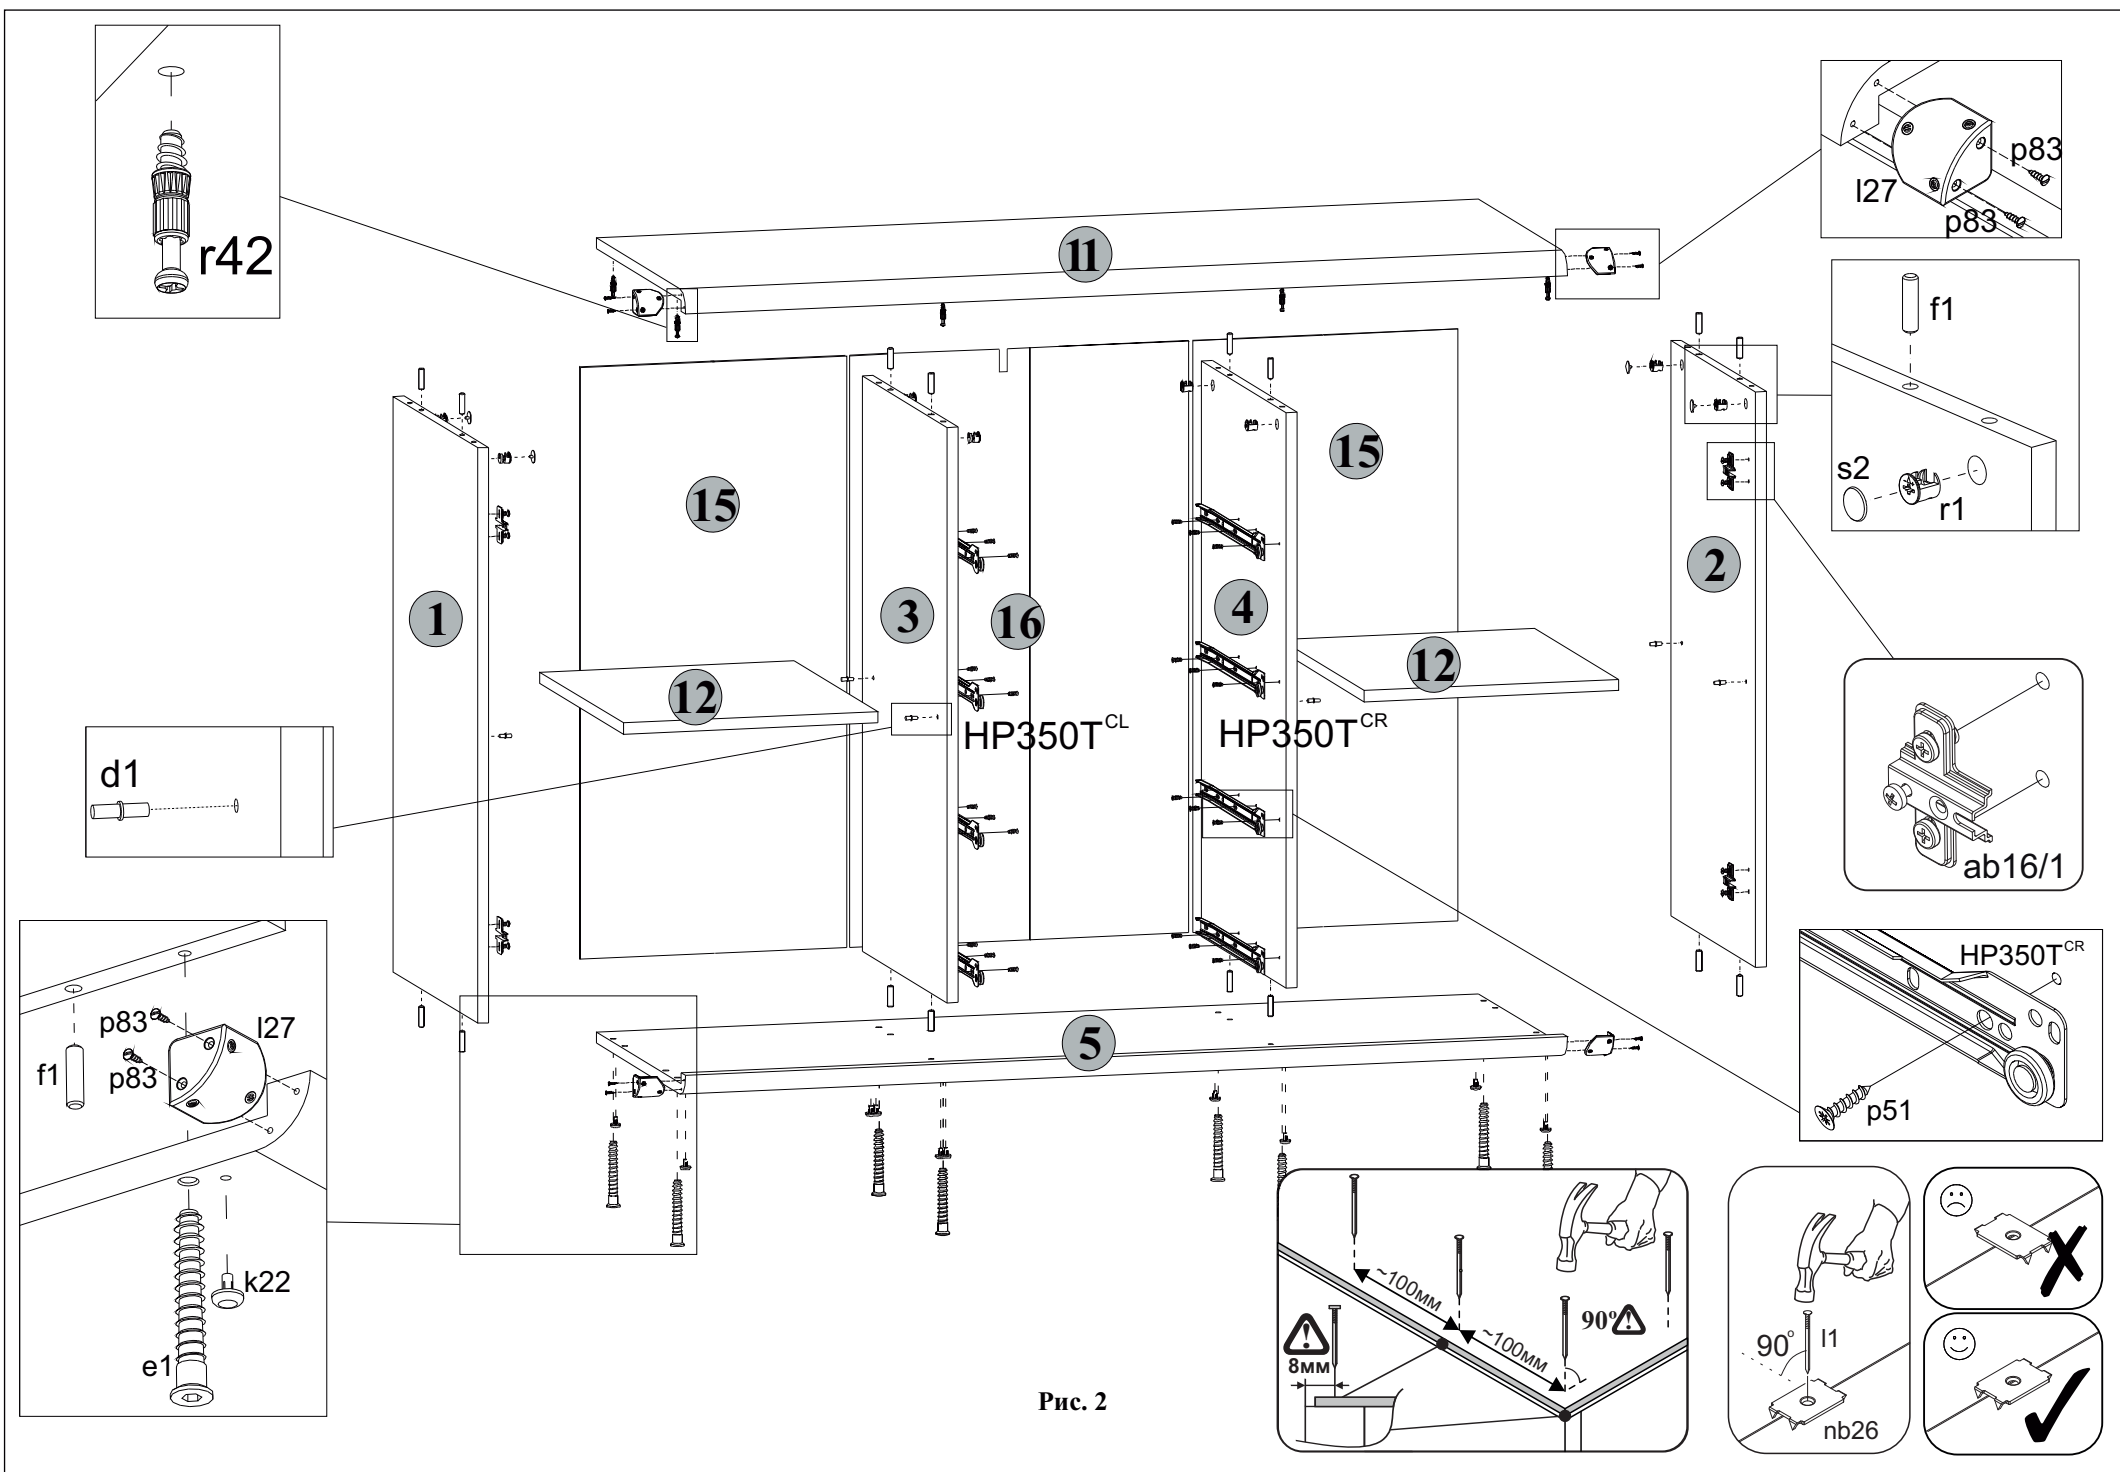

Рис. 2
5.6 На внутренних поверхностях стенок боковых **1** и **2**, а также на правой поверхности стенки средней **3** и на левой поверхности стенки средней **4** в отверстия диаметром **15 мм** вставить стяжки эксцентриковые **r1** (**см.рис. 2**).
5.7 В отверстия диаметром **5 мм** на нижней поверхности щита верхнего **11** вкрутить винты стяжки **r42**, пользуясь крестообразной отверткой (**см.рис. 2**).
5.8 В отверстия диаметром **5 мм** на нижней поверхности щита нижнего **5** вставить опоры полимерные **k22** (подпятники) (**см.рис. 2**).
5.10 К деталям **1, 2, 3** и **4** присоединить щит нижний **5** и стянуть еврошурупами **e1**, пользуясь специальным ключом **z1** из комплекта фурнитуры (**см.рис. 2**).
5.13 Закрепить стенку заднюю **16** на корпусе тумбы гвоздями **I1** по двум сторонам с шагом **80-120 мм**, пользуясь крестообразной отверткой. На стыках с задними стенками **15** закрепить заднюю стенку **16** пластинами **nb26** с гвоздем **I1** с шагом **250 мм**, пользуясь молотком (**рисунок 2**).
5.2 В отверстия диаметром **8 мм** на верхних и нижних кромках стенок боковых **1** и **2**, а также стенок средних **3** и **4** вбить деревянные шканты **f1** (**см.рис. 2**).